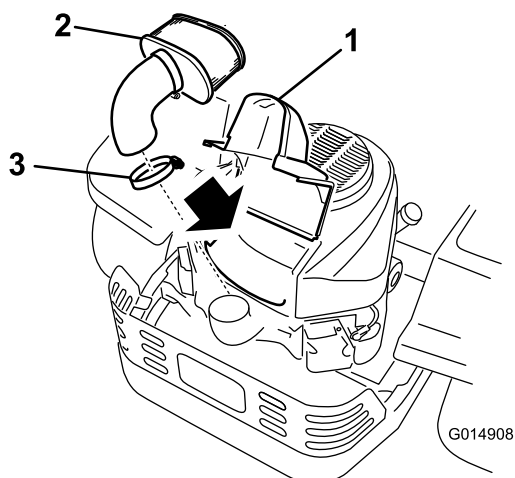

Figure 28
4. Soulevez le couvercle et déposez le collier qui fixe le filtre à air au moteur (Figure 28).
5. Desserrez le collier de flexible et retirez l'élément en papier (Figure 28).